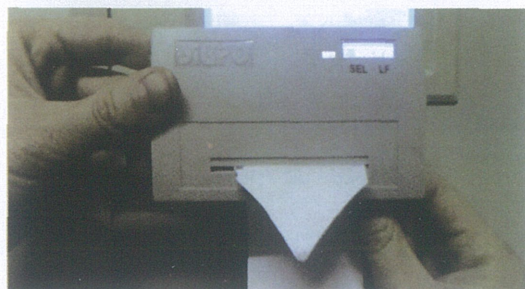

图9-23 盖好打印机盖板
(9) 见图9-23，将打印纸的头从前盖板的出纸口中穿出，盖好打印机前盖板。